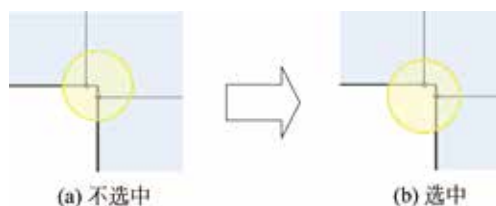

图 5.220 在折弯线上置中
- ☒ **在折弯线上置中(C)** 复选框：只对被设置为 **圆形** 或 **方形** 的释放槽可用，选中该复选框后，切除部分将平均分配在折弯线的两侧，如图 5.220 所示。